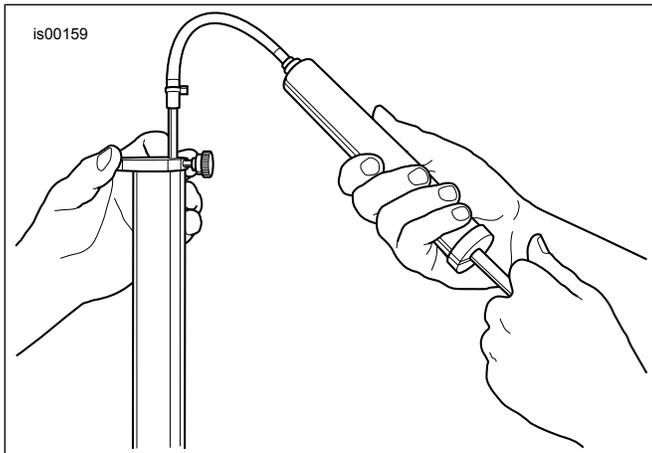

Figura 3. Extracción del exceso de aceite de la horquilla
- d. Vea Figura 3. Inserte la varilla en la parte superior del tubo de la horquilla hasta que el anillo de metal quede plano sobre la parte superior del tubo de la horquilla.